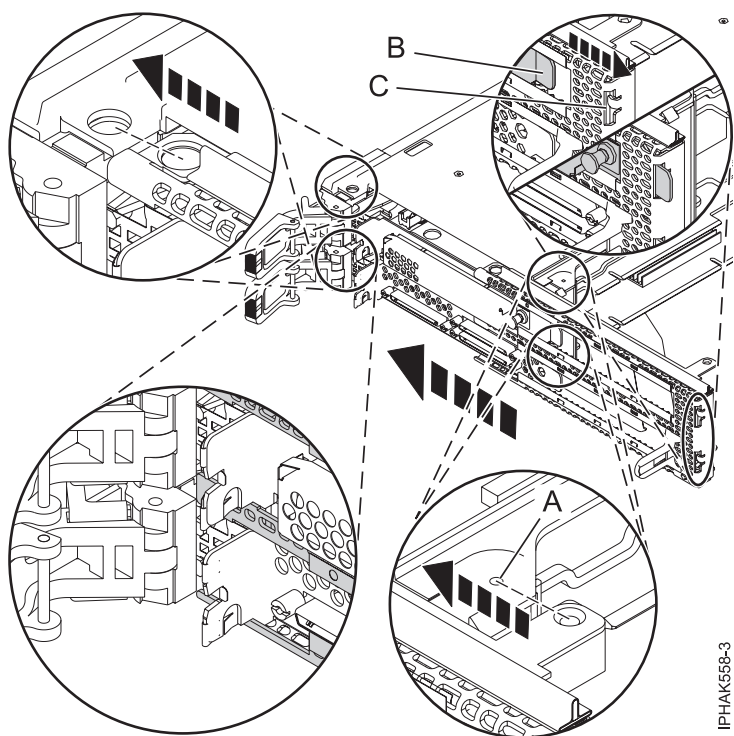
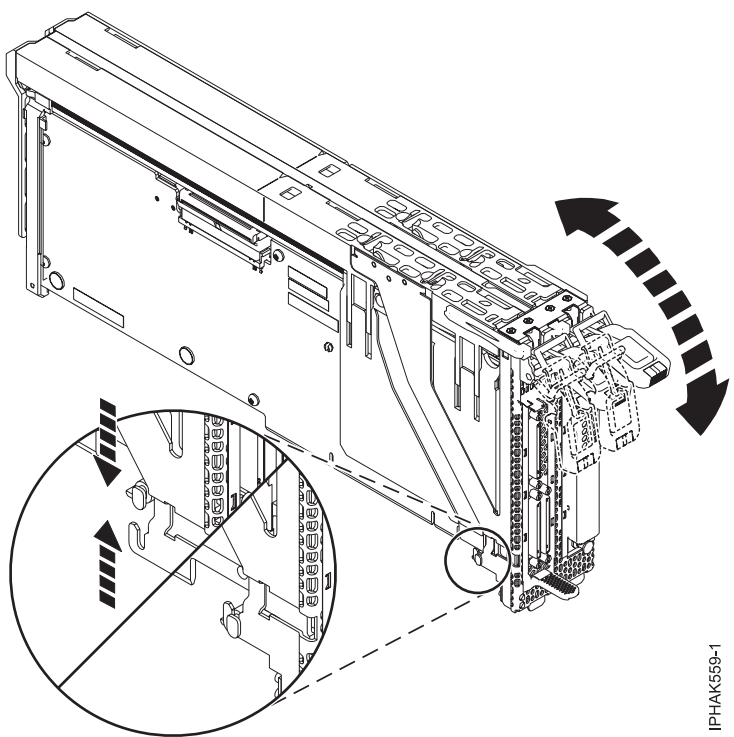

Figura 59. Fixar la placa frontal
Figura 60. Fixar la placa frontal
7. Fixeu la tapa frontal a la part frontal del conjunt del casset, tal com es mostra a la Figura 59 a la pàgina 76. A continuació, inseriu la pestanya de la part inferior del conjunt de la coberta del casset a l'osca de la placa frontal, tal com es mostra a la Figura 60 a la pàgina 76.